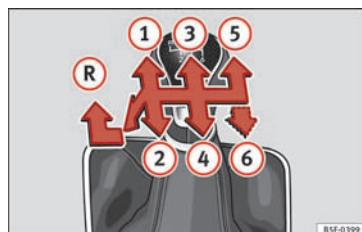

Fig. 44
De enkelte gears positioner er vist på gearstangen » Fig. 44.
- Sæt gearstangen i frigear, tryk den nedad og helt til venstre, og skub den herefter helt frem for at sætte bilen i bakgear » Fig. 44